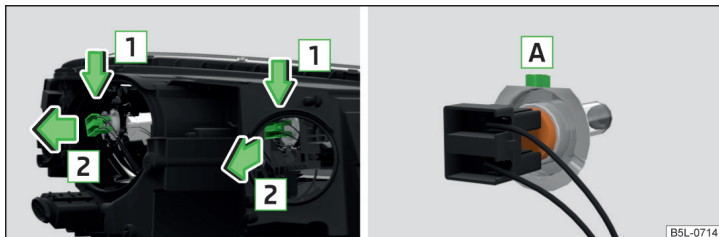

Fig. 198 Phares à halogène : Démontage de l'ampoule du feu de croisement et de route
- Défaire la prise avec la lampe dans le sens de la flèche **1** » fig. 198.